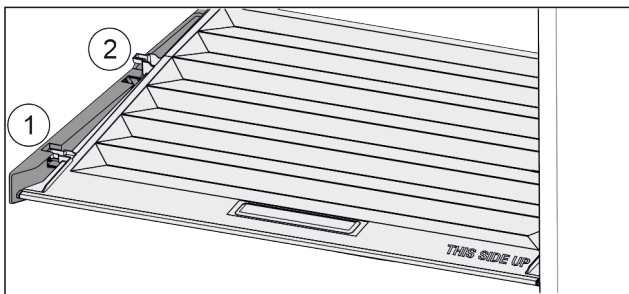

Fig. 21
- ▶ Deckel bis zur Öffnung in den Halteteilen nach vorne ziehen Fig. 21 (1).
- ▶ Hinten von unten anheben und nach oben wegnehmen Fig. 21 (2).